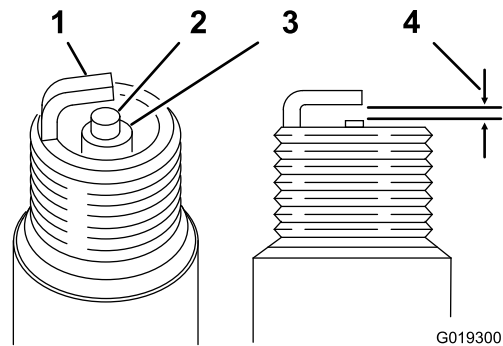

Figure 54
- Vérifiez l'état des électrodes latérale et centrale, ainsi que de l'isolateur de l'électrode centrale (Figure 54).
- Réglez l'écartement (Figure 54) entre les électrodes centrale et latérale à 0,81 mm.